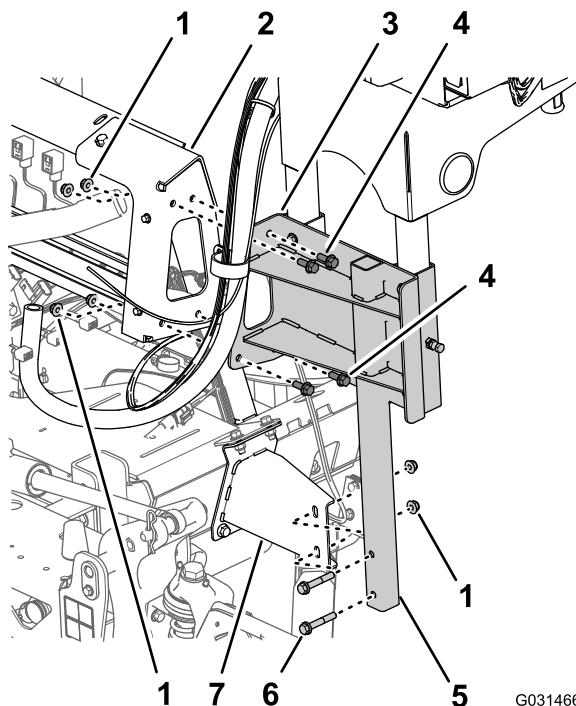

Figura 22
- Retire los 2 pernos con arandela prensada (5/8" x 2 1/4") y las 2 tuercas con arandela prensada (3/8") que sujetan el bastidor del tubo inferior del carrete de manguera giratorio al soporte de montaje en el perfil derecho de la máquina (Figura 22).
- Retire los 4 pernos con arandela prensada ($\frac{3}{8}$ " x 1") y las 4 contratuerzas con arandela prensada ($\frac{3}{8}$ ") que fijan el perfil del carrete de manguera giratorio al bastidor del distribuidor para las válvulas del fumigador (Figura 22).